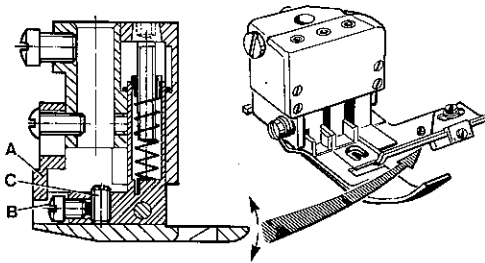

Fig. 47
The tipping angle of the presser foot bottom in the middle is adjustable. For adjustment remove the presser foot. Remove stop (A, Fig. 47) for presser foot bottom, loosen screw (B) and adjust with set screw (C) the required tipping angle. Retighten screw (B) and mount stop (A) so the presser foot bottom is guided laterally when assembled to the machine.
Der Kippwinkel der mittleren Drückfußsohle ist einstellbar. Bauen Sie zur Einstellung den Drückfuß aus. Entfernen Sie den Anschlag (A, Fig. 47) für die Drückfußsohle, lösen Sie die Schraube (B) und stellen Sie mit dem Gewindestift (C) den gewünschten Kippwinkel ein. Ziehen Sie die Schraube (B) wieder an und montieren Sie den Anschlag (A) so, daß die Drückfußsohle seitlich geführt wird, wenn der Drückfuß in die Maschine eingebaut ist.